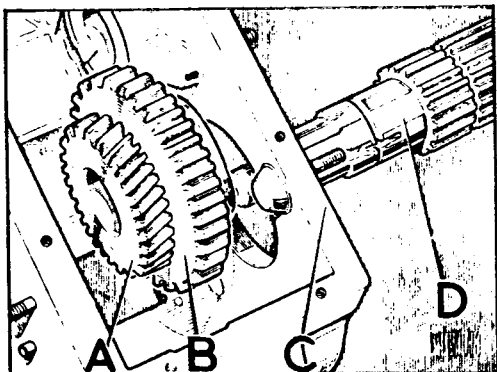

Fig. C1-40 Montaje del eje de salida y piñones
- 4.1. Montar el cojinete cónico de rodillos sobre la parte trasera del eje y situar los piñones, A (Fig. C1-40), de "alta" y B, de "baja" en el eje de salida, D, por la parte interior de la caja reductora.